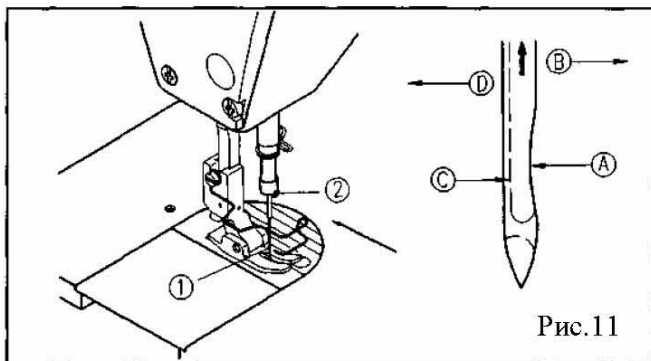

Рис.11
1. Выключите питание перед установкой иглы. Поверните колесо, чтобы поднять игловодитель в наивысшую позицию (Рис.11).